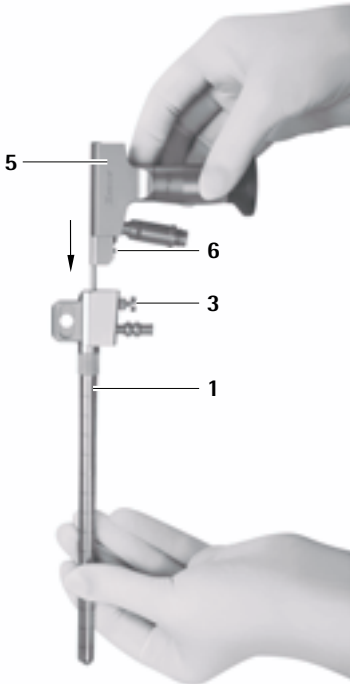

Fig. 2
- Bloquear el endoscopio **5** en el trócar MINOP inVent **1**, ver Fig. 2.